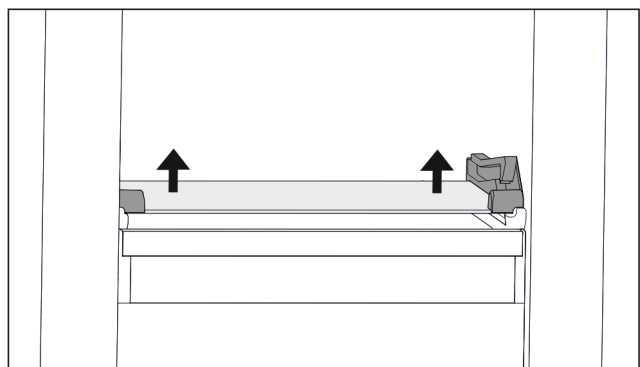

Fig. 66 Glasplatte des abklippbaren Schubfachs
- ▶ Glasplatte von unten beidseitig nach oben drücken. (zie Fig. 66)